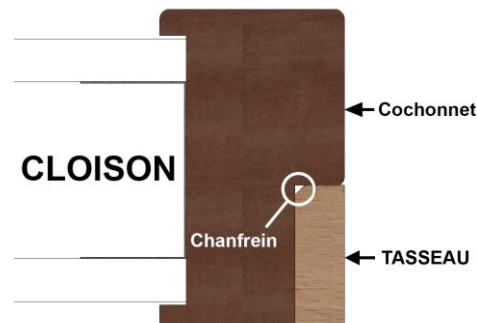

Figure 1
5.3.1.1. CAS AVEC FEUILLURE OU FEUILLURE ET CONTRE FEUILLURE SUR MONTANTS ET TRAVERSE (SECTION MINI 118x56) - figures 1 & 2 -
- **Tasseau dans feuillure/contre feuillure :** Retirer le film adhésif du double-face et positionner le tasseau d'habillage de manière à avoir le chanfrein en fond de feuillure (voir **figures 1 & 2** à la page 9).
- **Tasseau dans feuillure/contre feuillure :** Retirer le film adhésif du double-face et insérer le tasseau d'habillage entre les deux autres tasseaux déjà en place sur les montants, côté double face contre le cochenet de la traverse de l'huisserie existante (voir **figures 1 & 2** à la page 9).
*(voir **Figures 1 à 5** à la page 9)